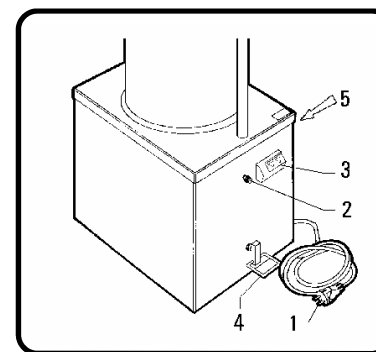

Fig. 5.1.1
Montare la spina (non fornita) da 16 A al cavo di alimentazione "1" della macchina (fig. 5.1.1) e collegarla ad una presa munita di interruttore differenziale di idonea portata posta a monte.
1. togliere il carter posteriore "5" fig. 5.1.1.
2. Mettere l'interruttore differenziale nella pos. "I", premere il pulsante di avvio "3" di fig. 5.1.1 quindi premere il pedale; nello stesso tempo verificare che il motore giri nel senso indicato dalla freccia collocata sul motore elettrico.
Con la macchina allacciata alla rete e dopo aver premuto il pulsante di avvio (fig. 5.1.1) premere il pedale e verificare il movimento del tampone nel cilindro. Portare il pedale nella posizione centrale ed accertarsi che il pistone si fermi.